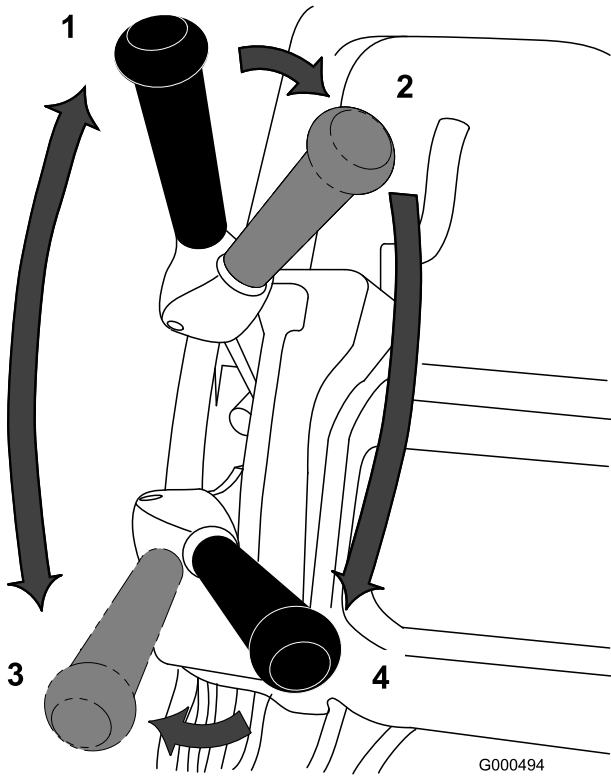

Figura 18
1. Avviate il motore, impostate l'acceleratore a bassa velocità, abbassate la stegola per sollevare l'apparato di taglio, spostate la leva della trazione in posizione di innesto e trasportate il tosaerba sul bordo del green (Figura 18).
2. Spostate la leva della trazione in posizione di disinnesto, ed innestate la leva di trasmissione del cilindro (Figura 18).
- Portate la leva della trazione in posizione di innesto, e aumentate la velocità dell'acceleratore finché il tosaerba non si sposta alla velocità opportuna. Portate il tosaerba sul green, abbassate la parte anteriore del tosaerba ed iniziate a tosare (Figura 18).